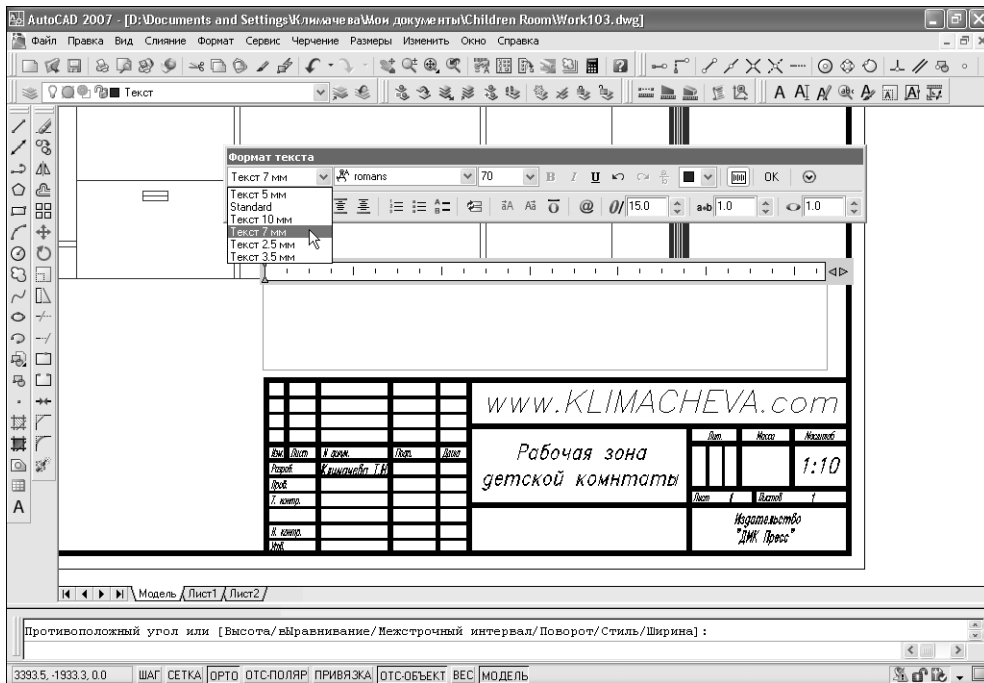

Рис. 10.32 ▼ Выбор стиля в режиме редактирования многострочного текста
5. AutoCAD создаст многострочный текстовый объект и автоматически переключится в режим редактирования текста. Если вы имеете хотя бы минимальный опыт работы с текстовыми редакторами, вы легко разберетесь во всех элементах управления этого режима. Выберите из списка стилей текстовый стиль **Текст 7 мм** (рис. 10.32) и наберите следующий текст, нажимая **Enter** в конце каждой строки.